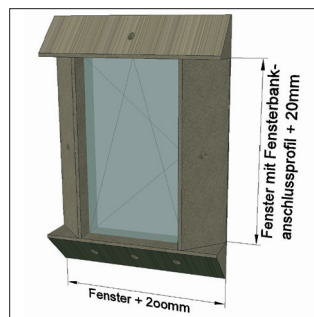

Bild 4: Maße Zuschnitt Zarge für 10 mm Fuge
1. Schneiden Sie die PR007 Fenstermontage-Zarge (Standardlänge 1,40 m) für alle Seiten zu: 2 Stück Fenster Rahmenbreite + 200 mm, 2 Stück Fensterrahmenhöhe inkl. Fensterbankanschlussprofil +10 mm (für den Fall, dass das Fensterbankanschlussprofil direkt auf der Zarge aufsteht) (Bild 4). Dadurch ergibt sich dreiseitig eine 10 mm Anschlussfuge. Reststücke werden mit verarbeitet in dem die Stoßstellen geklebt werden.
Für den Fall der versagten Klebung ist die Zarge mit Distanzbefestigungsschrauben mechanisch zu sichern (Bild 4 – 7). Die untere Zarge wird mit 3 Schrauben gegen Abrutschen gesichert. Teilstücke/Verlängerungen sind entsprechend zu verschrauben. Alle übrigen Zargenteile werden mit mindestens einer Schraube verschraubt. Schraublöcher in der Zarge sind mit HSS-Bohrern vorzubohren. Bei 7,5 mm Distanzbefestigungsschrauben wird 8 mm vorgebohrt und gesenkt. Die Mindestrandabstände der Schrauben im Hintermauerwerk sind gemäß den Angaben des Schraubenherstellers so einzuhalten, dass es nicht zum Abplatzen des Steins kommt. Lässt die Wandoberfläche (unter 5°C Oberflächentemperatur, Eis auf der Klebefläche, loser Untergrund, nasse Oberfläche, Wasser sichtbar) tragende Verklebung nicht zu, dann ist die Zarge zusätzlich so zu verschrauben, dass alle Kräfte auf die Wand abgetragen werden. Bei Verarbeitungstemperaturen unter +5°C ist die "Herstellererklärung im Winter" zu beachten. Zusatzlasten, wie Verschattungsanlagen oder franz. Balkone, etc., deren Lastabtragung direkt über Zarge oder das Element erfolgt, bedürfen einer Sonderfreigabe. Im Sanierungsfall bei bestehendem Außenputz ist dieser soweit zu entfernen, dass die Montage des Vorwandmontage-Systems direkt ans Hintermauerwerk erfolgen kann. Ansonsten erfolgt die Lastabtragung mechanisch durch Verschrauben.